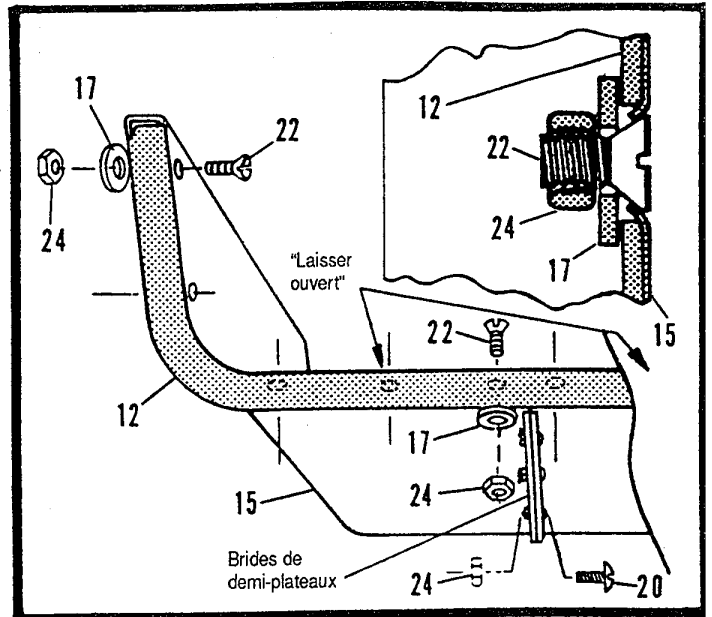

Fig. 1
Reportez-vous à la Fig. 1
- Fixez au moyen de deux contre-écrous hexagonaux de 5/16 po. (24). Ne serrez pas !
- Alignez les trous restants du panneau d'extrémité et des demi-plateaux et enfoncez des vis à tête ronde de 5/16 x 1/2 po. (20 - de l'intérieur du plateau) en les bloquant avec des contre-écrous hexagonaux de 5/16 po. (24). Ne serrez pas !
- Retournez la remorque et posez-la sur une surface plane (pour garantir un plateau à niveau) et serrez l'ensemble de la visserie représentée sur les Fig. 1 et 2.
Remarque : chaque vis à tête fraisée plate (22) doit être serrée de façon à ce que la tête affleure à la surface du plateau. Voir l'illustration (Fig. 1).
- La remorque étant toujours retournée, posez la barre d'attelage (11) (les brides vers le haut) dans la découpe du support d'essieu (9) et sur le support de verrouillage (13). Voir l'illustration "A".
- Alignez les trous des deux brides de la barre d'attelage et les guides d'essieu usinés dans le support d'essieu (9).
- Guidez l'essieu (10) au travers jusqu'à ce qu'il dépasse d'une même longueur de chaque côté du support.